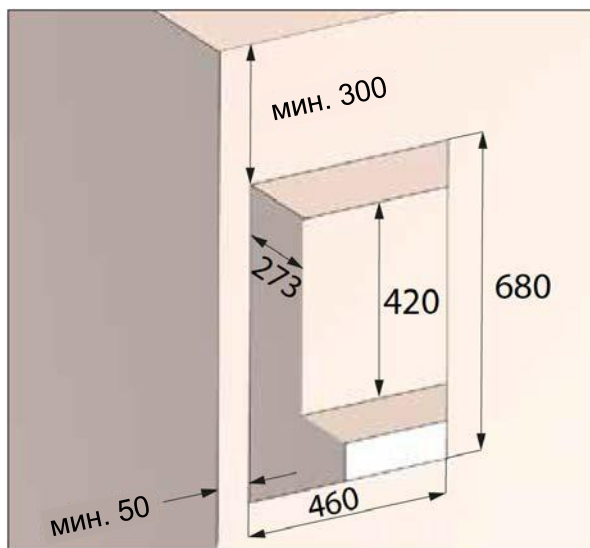

Рис. 8: стенной проем для монтажного комплекта без вставки-заполнителя, размеры в мм
- Стенной проем с нишей (см. рис. 8) для монтажного комплекта **без** вставки-заполнителя M-WRG-II M/Fü
- Стенной проем с нишей (см. рис. 8 на стр. 18) для монтажного комплекта **без** вставки-заполнителя M-WRG-II M/Fü